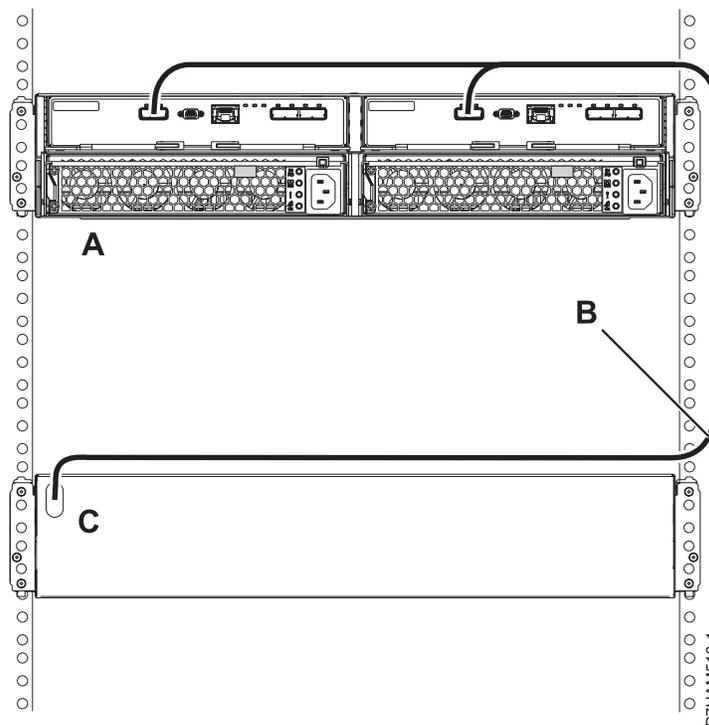

Figure 34. Mode 1 de connexion d'un boîtier d'unité de disque 58/87 via un câble YI à un système avec prise en charge pour un tiroir SAS unique
8. Effectuez la connexion de mode 1 d'un boîtier d'unité de disque 58/87 (A) via un câble YI (B) vers un système prenant en charge un tiroir SAS unique (C), comme illustré dans la figure 34.
- Le système avec prise en charge d'un tiroir SAS unique (C) peut accéder à l'ensemble des 24 baies d'unité.